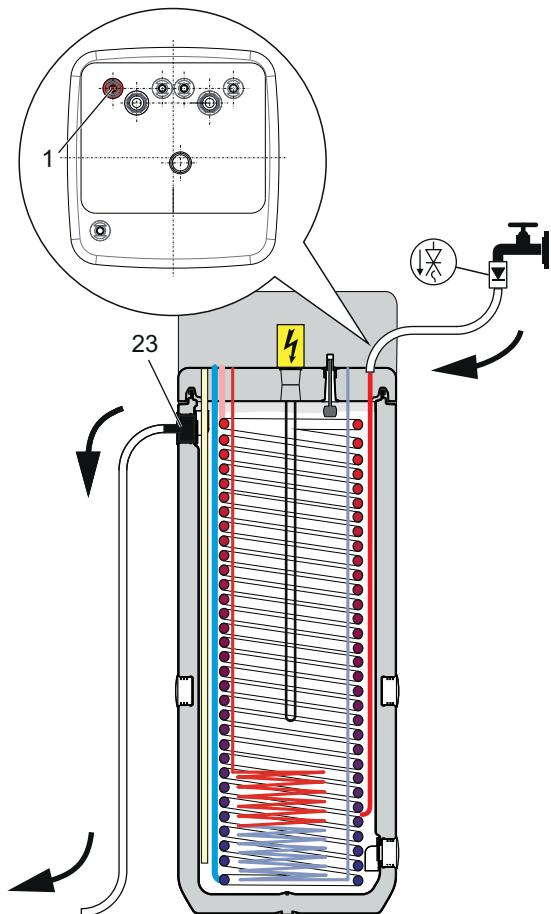

Fig. 7-1 Riempimento accumulo inerziale - senza impianto solare
- Collegare il **tubo flessibile di riempimento** con valvola di non ritorno (1") al collegamento "DrainBack Solar - Mandata" (vedere fig. 7-1, pos. 1).
- **Riempire il contenitore del serbatoio di DAIKIN EKHP finché l'acqua non fuoriesce dal raccordo** (fig. 7-1, pos. 23), che è stato collegato **come troppo pieno di sicurezza**.
- Senza sistema solare: montare il **raccordo di riempimento KFE (accessorio KFE BA)** al raccordo di riempimento e svuotamento di DAIKIN EKHP (v. illustrazione panoramica a pagina 2, pos. 10)
- **Riempire** il serbatoio ad accumulo della DAIKIN EKHP **finché l'acqua non esce** dal **raccordo** (fig. 7-1, pos. 23), che è stato collegato **come troppo pieno di sicurezza**.